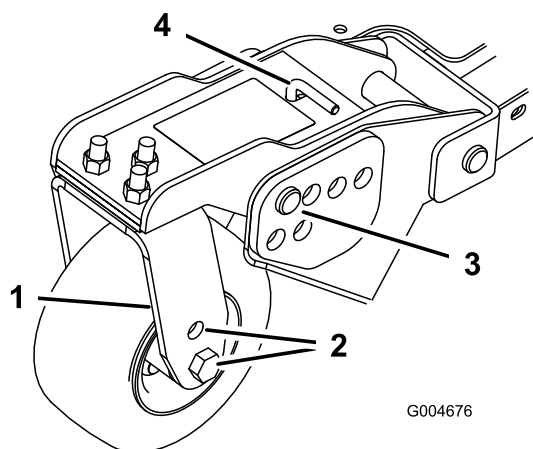
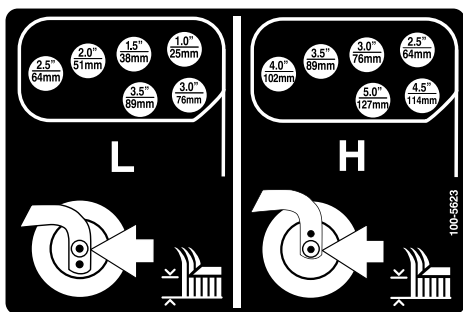

Рисунок 23
Рисунок 24
21 и Рисунок 23). Для определения правильных отверстий см. следующую таблицу.
4. Извлеките шпильки и штифты с отверстиями из рычагов поворотных колес (Рисунок 23).
5. Поверните натяжную тягу, чтобы поднять или опустить поворотный рычаг до совмещения отверстий с выбранными отверстиями кронштейна высоты скашивания в раме режущего блока (Рисунок 23 и Рисунок 24).